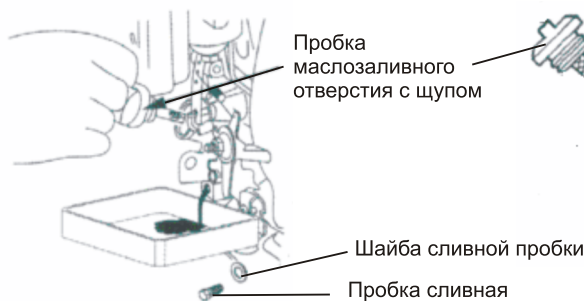

Рис. 25
2. Выверните маслозаливную и сливную пробки и слейте масло в заранее подготовленный поддон (Рис. 25).